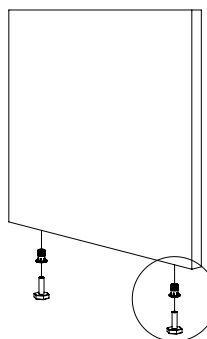

Рис.6
- В торцы деталей 2 и 3 установите муфты забивные для опор. Вкрутите в муфты опоры регулируемые М6 (Рис.6).